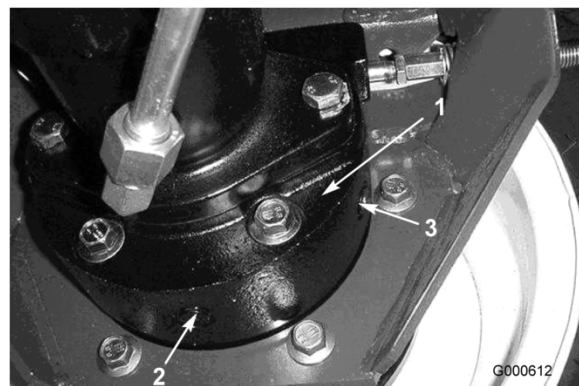

Figura 43
3. Coloque um outro recipiente de escoamento debaixo da estrutura dos travões, que se encontra do lado oposto da roda (Figura 43).